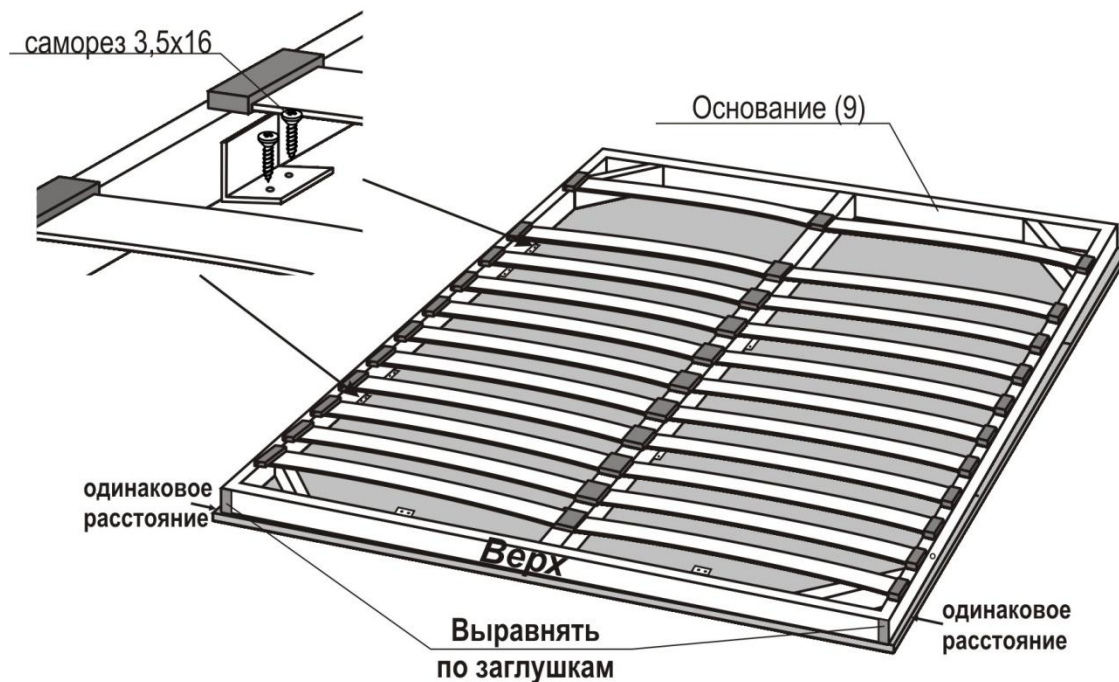

рис. 8
На фасад (8) положить основание (9) кровати, выровнять по верху основания (по заглушкам каркаса). Оставить одинаковое расстояние по краям кровати (располовинить). С помощью саморезов 3(3,5)x16 – 40 шт. закрепить основание кровати с фасадом через уголки (рис.8).